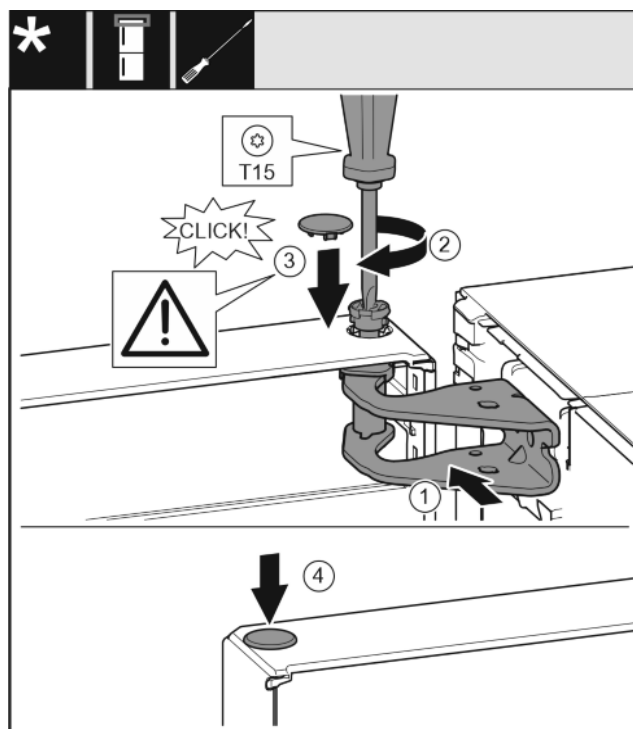

Fig. 17
- Aliniaţi uşa sus spre deschizătură în suportul de lagăr. Fig. 17 (1)
- Introduceţi bolţul şi înşurubaţi-l ferm cu şurubelniţa T15. Fig. 17 (2)
- Montarea capacului de siguranţă pentru siguranţa uşii: Introduceţi capacul de siguranţă şi controlaţi dacă este aşezat pe uşă. În caz contrar, introduceţi complet bolţul. Fig. 17 (3)
- Introduceţi dopul. Fig. 17 (4)